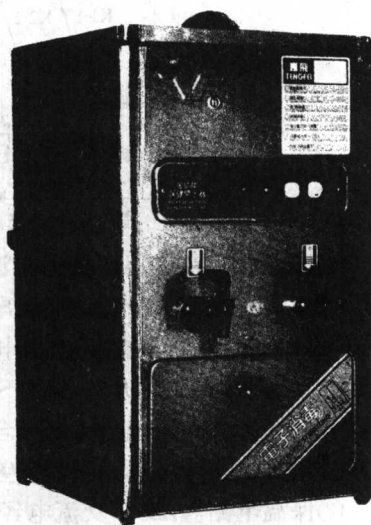
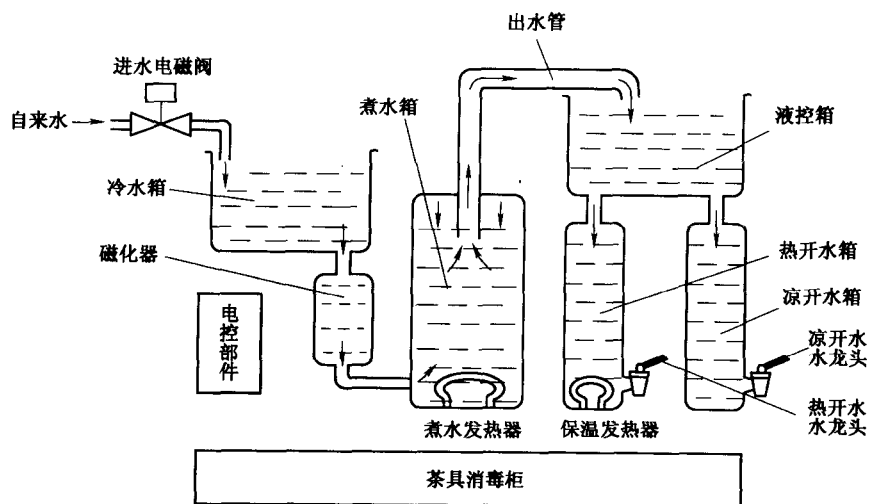

图 1-5 腾飞牌 FD-09 型多功能保健电开水器外形图
图 1-6 腾飞牌 FD-09 型多功能保健电开水器结构示意图
腾飞牌 FD-09 型多功能保健电开水器外形如图 1-5 所示,结构如图 1-6 所示。整机由开水器、消毒柜两部分组成。
(1)煮水原理。参见图 1-6 上半部分。接通电源,进水电磁阀自动进水,自来水进入冷水箱后,经过磁化处理,进入煮水箱。煮水发热器(900W)将水加热至沸腾,产生大量蒸汽,开水在蒸汽压力作用下,通过出水管被压进液控箱,由液控箱分配给热开水箱和凉开水箱。热开水箱下部安装小功率(150W)发热器,主要用来保温开水。从上述煮水过程可知,电开水器的凉开水和热开水都经过磁化处理,且绝对是开水。